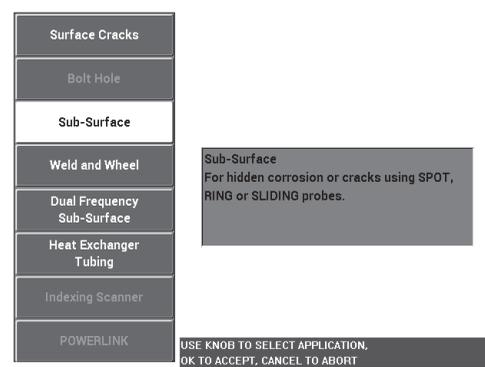

Figura 5-23 L'applicazione Sottosuperficiale
2. Premere una volta il tasto di menu ADV SETUP () ed in seguito selezionare **SELEZ.APP.** (selezione dell'applicazione) [tasto A] per aprire il menu di selezione dell'applicazione. Selezionare l'opzione **Sottosuperf.** (sottosuperficiale) con la manopola, ed in seguito premere  per confermare (vedere Figura 5-23 a pagina 152).